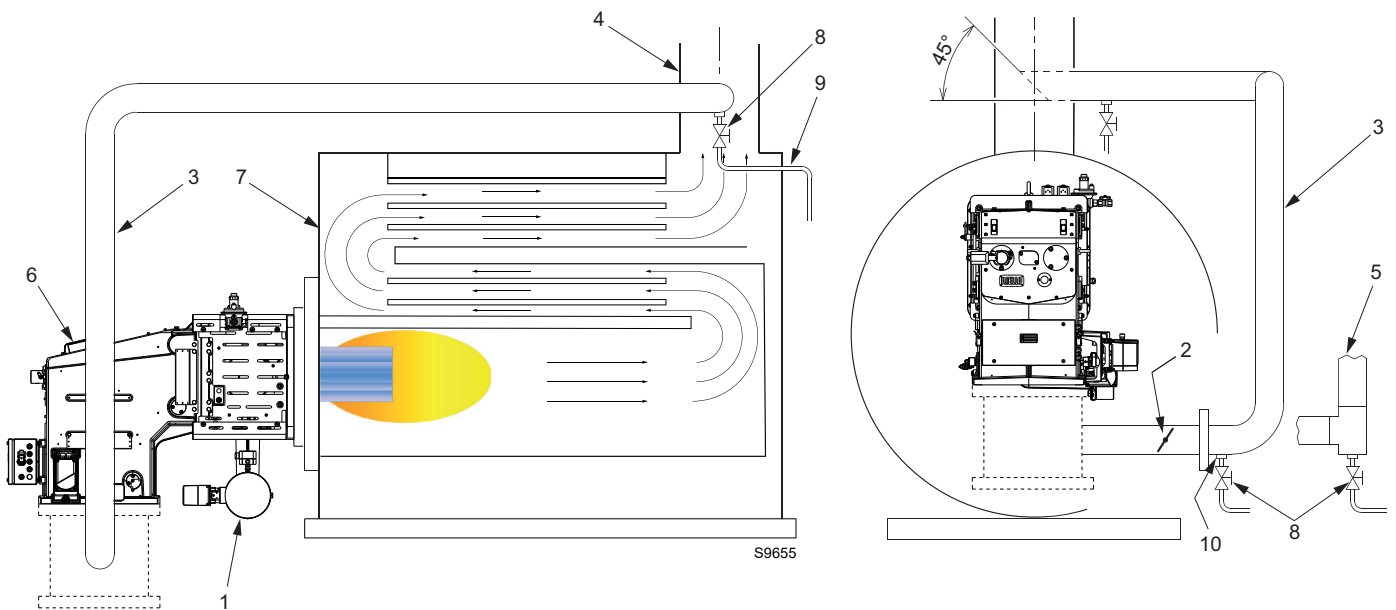

Fig. 18
- Normalmente il condotto andrebbe collegato al camino come mostrato in Fig. 18, formando un angolo di 45° rivolto verso il flusso dei fumi e con il centro dell'angolo situato al centro del camino.
In presenza di quantità elevate di condensa, per la sua rimozione potrebbe essere necessario un canale di spurgo sul fondo del condotto 8)(Fig. 18).
- Il condotto di ricircolo fumi 3)(Fig. 18) è generalmente costituito da un tubo DN125 in quanto facilmente reperibile e poco costoso.
Legenda (Fig. 18)